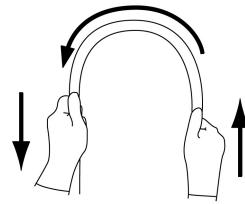

図1
4. 挿入部を両手で持ち、全長にわたって図1に示すように順次半円の頂点をずらすように曲げたときに、適切な軟らかさを有しており、軟らかさが不連続になっているなどの異常がないこと。また、挿入部をまっすぐにして、硬度調整用リングがスムーズに回ることを確認すること。